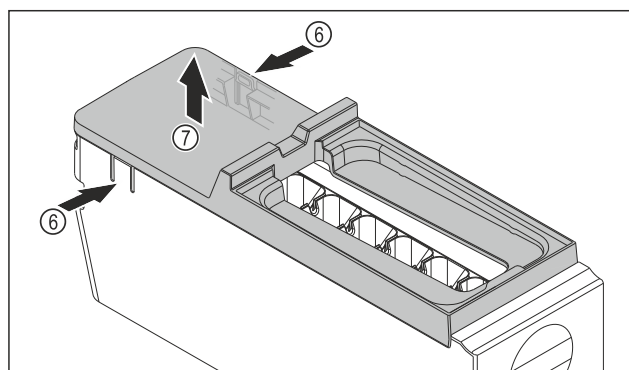

Fig. 79
- Fjern dekselet til hoveddelen til EasyTwist-Ice: Trykk på tappene Fig. 79 (6) på begge sider av hovedenheten til EasyTwist-Ice- med én hånd.
- Fjern dekselet Fig. 79 (7) ved å trekke det oppover med den andre hånden.